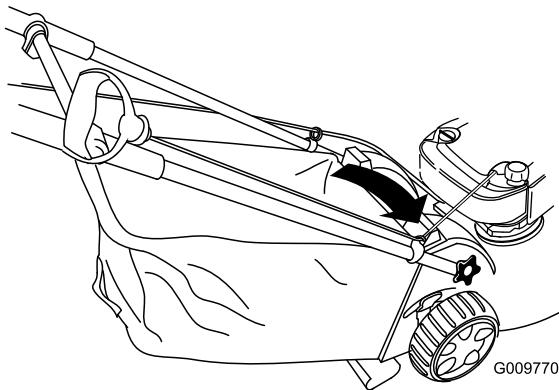

Figura 32
- Avvolgete il cavo di avviamento attorno al guidacavo inferiore (Figura 32).